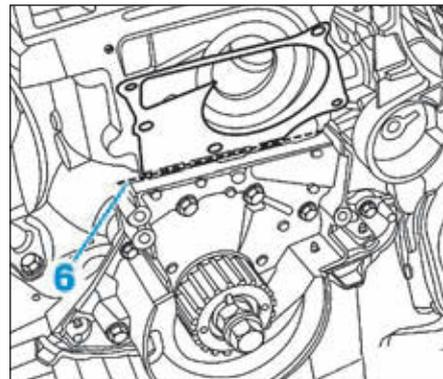

FIG.30
- Plier le joint de la pompe à eau en (6) puis le couper et le déposer (Fig.30).